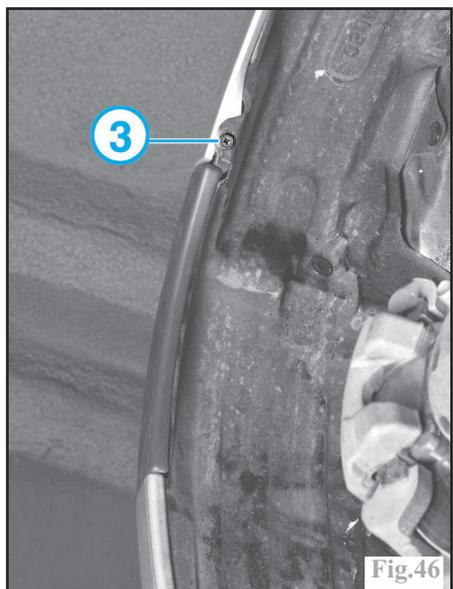

Fig.46
De chaque côté, déposer les vis de fixation latérales (3) (Fig.46). Déposer les agrafes supérieures. Si équipé, débrancher les projecteurs antibrouillard.